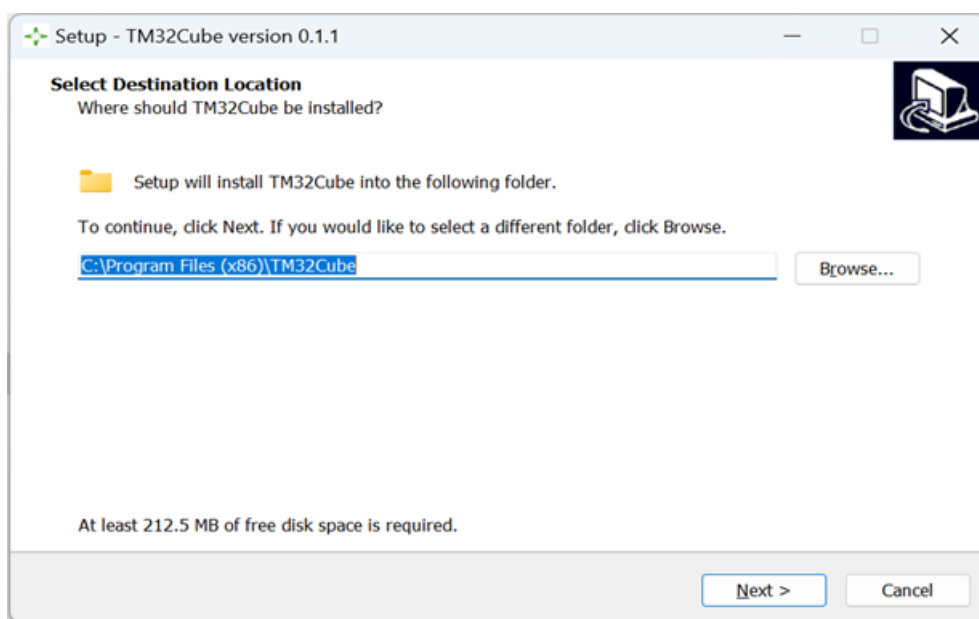

图 2-1 TM32Cube 安装向导对话框（选择安装路径）
2. 选择 TM32Cube 的安装路径，然后点击 Next（参见图 2-1）。（若本地已存在 TM32Cube，则后续执行 TM32Cube 安装程序时，将不允许选择新目录，而默认安装在已有目录下。若需要重新选择安装目录，则需要执行卸载 TM32Cube 的操作。）